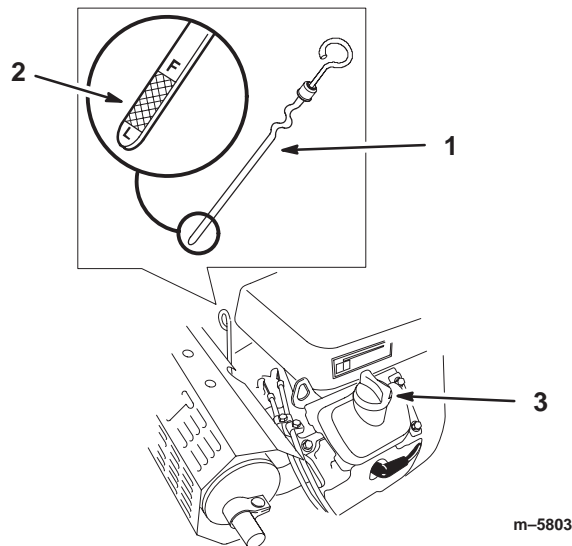

Figure 38
2. Nettoyez la surface autour de la jauge d'huile (Fig. 38) pour éviter que des impuretés ne tombent dans le moteur.
3. Sortez la jauge d'huile et essuyez soigneusement l'extrémité métallique (Fig. 38).
4. Enfoncez la jauge complètement dans le moteur. Sortez de nouveau la jauge et examinez l'extrémité métallique (Fig. 38). Si le niveau est bas, versez lentement une quantité d'huile suffisante dans le goulot de remplissage pour amener le niveau au repère du plein (Full).
- Versez lentement environ 80% de la quantité d'huile spécifiée dans le goulot de remplissage (Fig. 38) (voir Changement de l'huile moteur et du filtre, page 32).